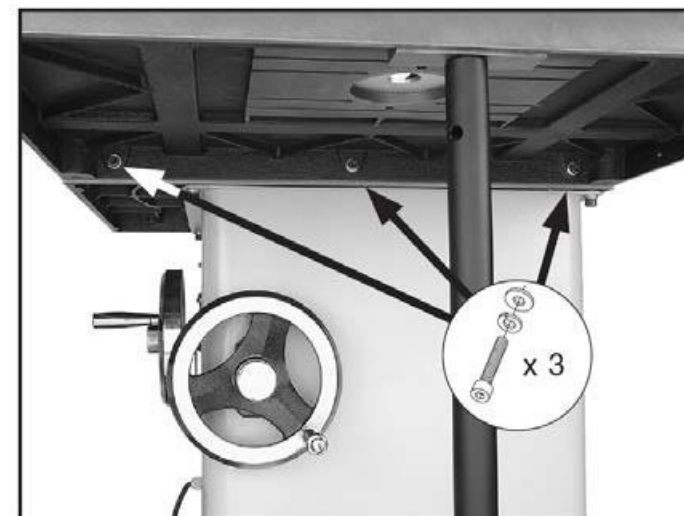

Рис. 5. Фрезерный стол, закреплённый на столе циркулярной пилы
6. Прибегнув к помощи второго человека, который будет удерживать стол и узел опоры, совместить монтажные отверстия обоих столов и скрепить их тремя винтами M8-1,25 x 30 мм, поставив три пружинные шайбы 8 мм и три плоские шайбы, как показано на **рис. 5**.